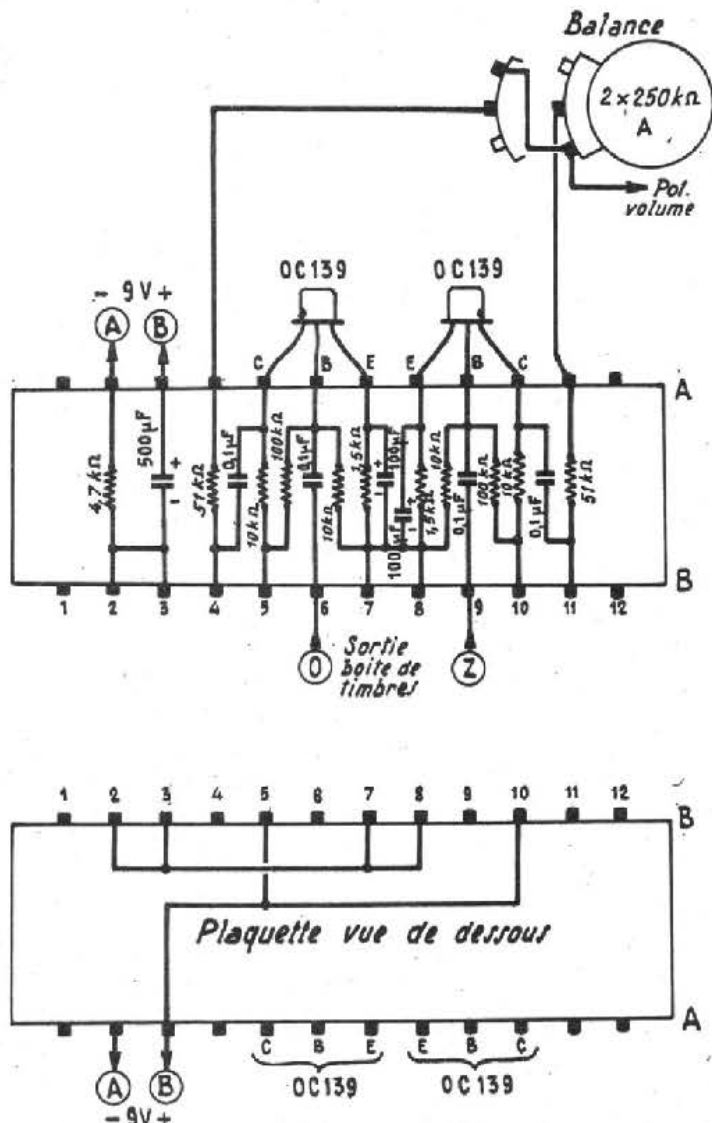

Fig. 8. — Câblage de la plaquette séparateur à 2 transistors
La figure 7 montre le câblage de ces deux claviers, des inverseurs, des potentiomètres et des liaisons aux plaquettes séparateur et vibrato. Les plans de câblage séparés des plaquettes séparateur et vibrato sont représentés par les figures 8 et 9.
6) Câbler le vibrato et le séparateur, puis les fixer dans la mallette. (Voir les plans des figures 8 et 9 et le schéma d'implantation de la figure 6.)